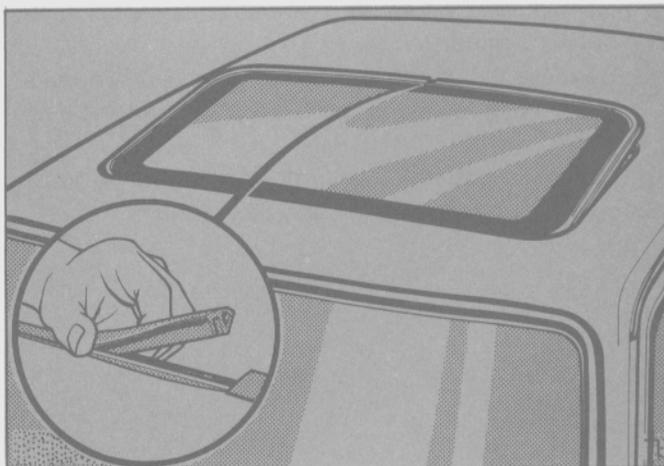

Fig. 332 - Burlete del techo corredizo.
- Extraer el burlete de la pestaña del borde exterior del techo corredizo (Fig. 332).